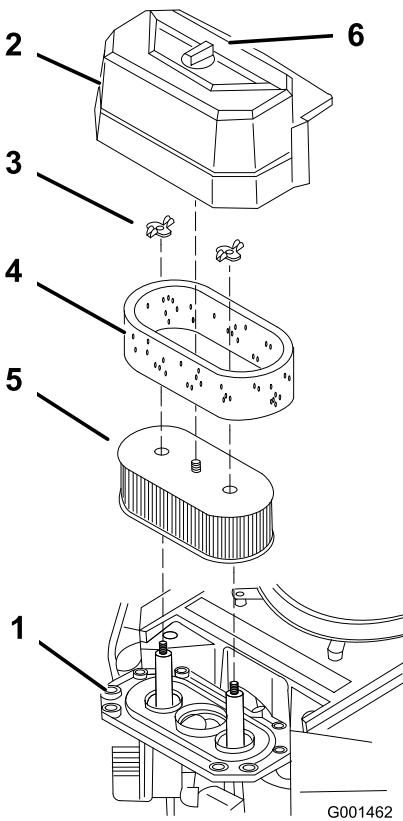

Figura 25
3. Limpie alrededor del limpiador de aire de forma que la suciedad no penetre en el motor y cause daños (Figura 25).
4. Desenrosque el pomo de la cubierta y retire la cubierta del limpiador de aire (Figura 25).
5. Desenrosque las 2 tuercas de orejeta y retire el conjunto del limpiador de aire (Figura 25).
6. Retire cuidadosamente el filtro de gomaespuma del filtro de papel (Figura 25).
1. Deslice cuidadosamente el filtro de gomaespuma sobre el filtro de papel (Figura 25).
2. Coloque el conjunto del limpiador de aire sobre la base del limpiador de aire y fíjelo con 2 tuercas de orejeta (Figura 25).
3. Coloque en su posición la cubierta del limpiador de aire y apriete el pomo de la cubierta (Figura 25).
1. No limpie el filtro de papel. Cámbielo cada 200 horas de funcionamiento (Figura 25).